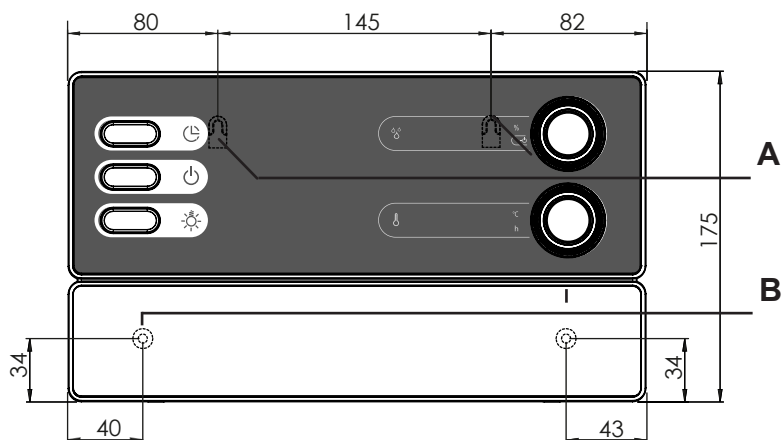

Fig.1 Posizione del dispositivo di sospensione e dei fori di montaggio (misure in mm)
1. Avvitare due viti con intaglio a croce (16 mm) sulla parete della sauna a un'altezza di ca. 1,70 m e lasciandole fuoriuscire per una distanza max di 7 mm. Entrambe le viti devono essere posizionate a una distanza di 145 mm l'una dall'altra (vedi **Fig.1**).
3. Con l'ausilio del dispositivo di sospensione **A**, agganciare il comando della sauna alle viti con intaglio a croce montate (vedi **Fig.1**).
4. Avvitare due viti con intaglio a croce (16 mm) nei fori di fissaggio inferiori **B** (vedi **Fig.1**).